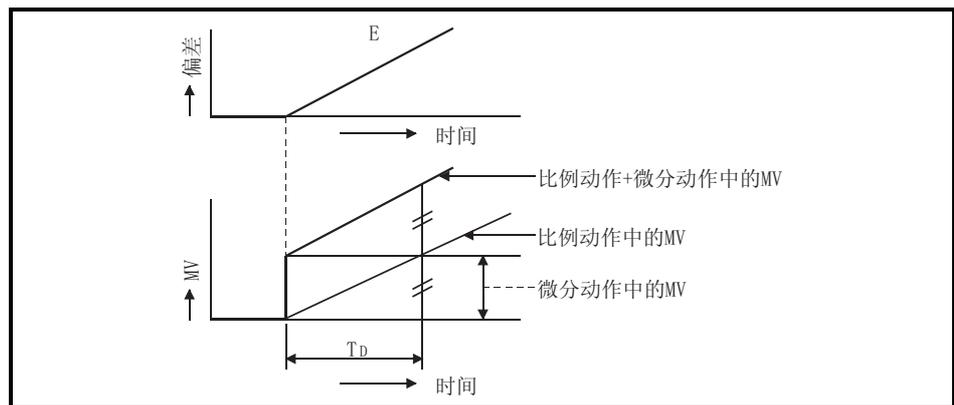

图 4.4 偏差以一定的比例增加时的微分动作
- (3) 偏差以一定的比例增加时的微分动作如图 4.4 所示。